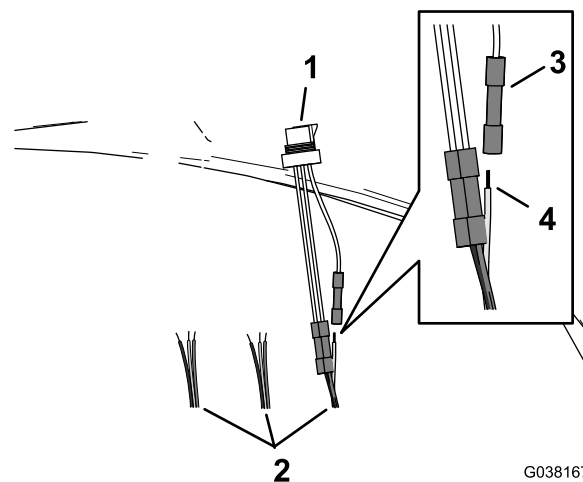

Figure 34
- 2. Insérez le câble du faisceau DIN dans le connecteur à épissure bout à bout de l'adaptateur à 3 broches (Figure 34).